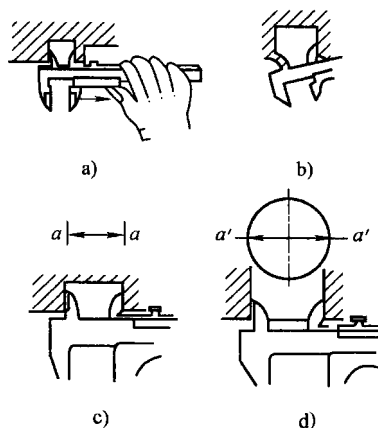

图 1-22 测量内径
(2) 测量内径 如图 1-22 所示，将工件置于正确位置，用游标卡尺的上端两个量爪测量。对于槽宽，读 $a-a$ 的最小值；对于孔径，读 $a-a$ 的最大值。